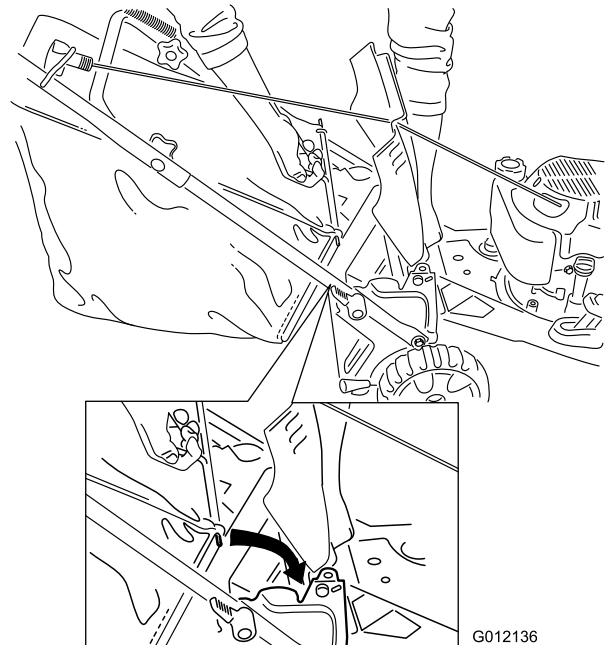

Figura 17
2. Levante y sujete la tapa trasera, instale la bolsa en las muescas y baje la tapa trasera (Figura 17).